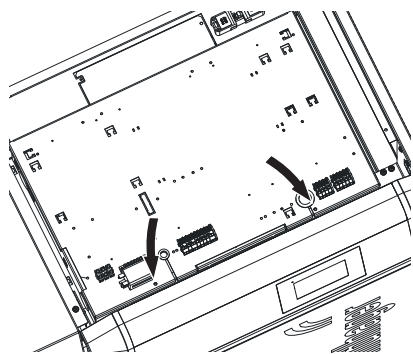

Fig. 139 Togliere le 2 viti del coperchio e aprire il coperchio
- ▶ Togliere 2 viti dal coperchio del quadro di comando e rimuovere il coperchio – Fig. 139.